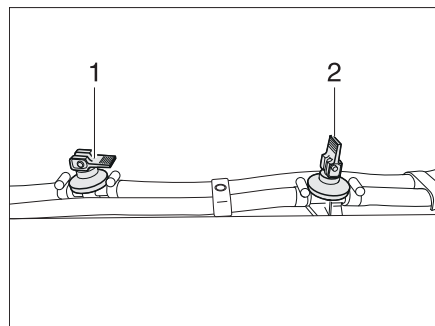

Bild 291 Avtappningskran
- Stäng alla avtappningskranar. Ställ vipparmen (Bild 291,1) i vågrätt läge.